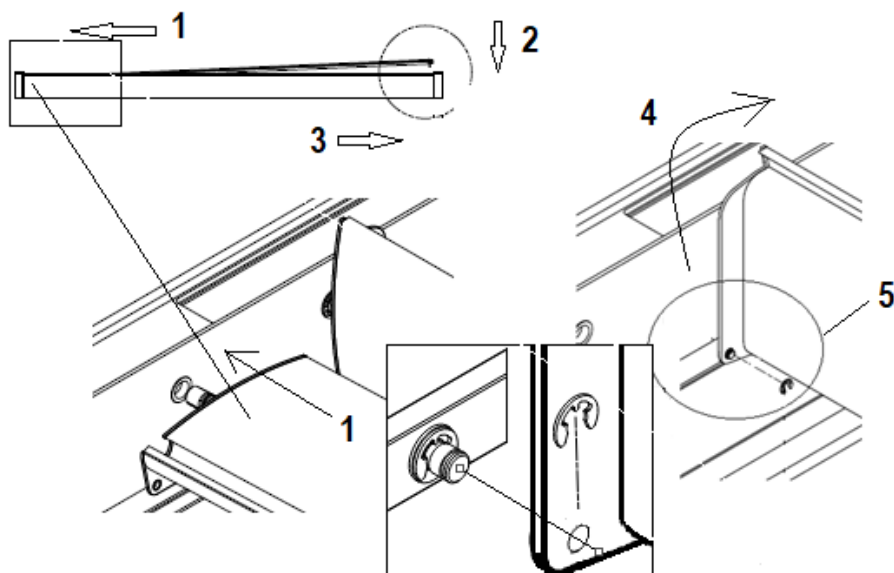

Figure 29
18. Placez la lame suivante en partant de l'emplacement des lames déjà placées vers les extrémités de la pergola. Placez la lame horizontalement au-dessus de la poutre, inclinez-le et insérez la tige du côté de l'entraînement dans le trou de la poutre. Après l'avoir enfoncé le plus possible, abaissez l'autre extrémité et insérez-la également dans la poutre (étapes 1 à 3 de la Fig. 29).
19. Insérer l'axe du tirant du côté de la poutre (Fig. 29) En appuyant, veiller à ne pas pousser les bagues collectrices hors du capuchon de la lame.
s'insère dans le trou situé dans le coin inférieur du capuchon d'entraînement. Vérifiez la présence de la bague collectrice dans le capuchon et ne la poussez pas vers l'extérieur. Fixez l'extrémité visible de la goupille avec un petit circlip exactement dans la rainure de la goupille (Fig. 29) - utilisez un outil spécifique.